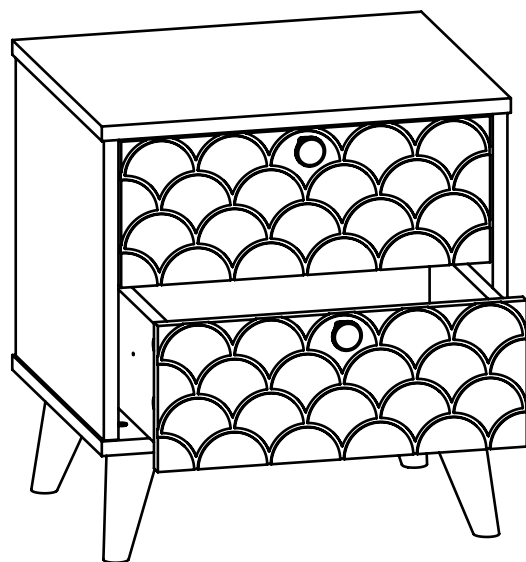

Рис.10
8. Установите ящик в корпус тумбы (Рис. 10).